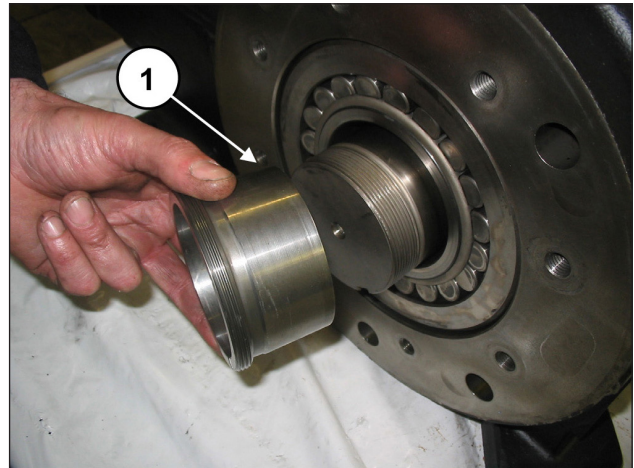

Abb. 26
Nehmen Sie die Druckbuchse ab (Pos. ①, Abb. 26).